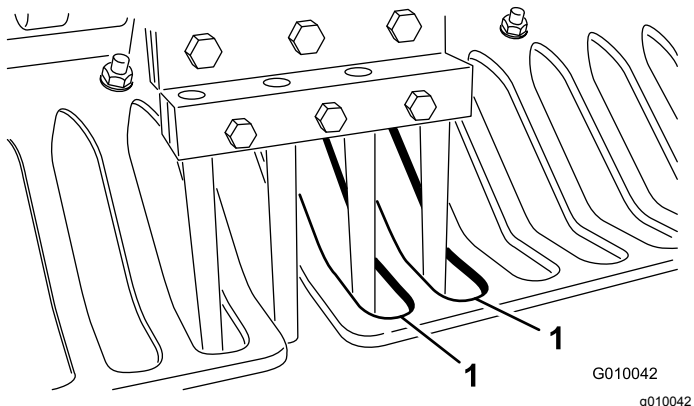

Figure 28
7. Vérifiez que les louchets sont bien alignés au centre des espacements dans les protège-gazon (Figure 28). Réglez les protège-gazon au besoin et serrez les écrous.